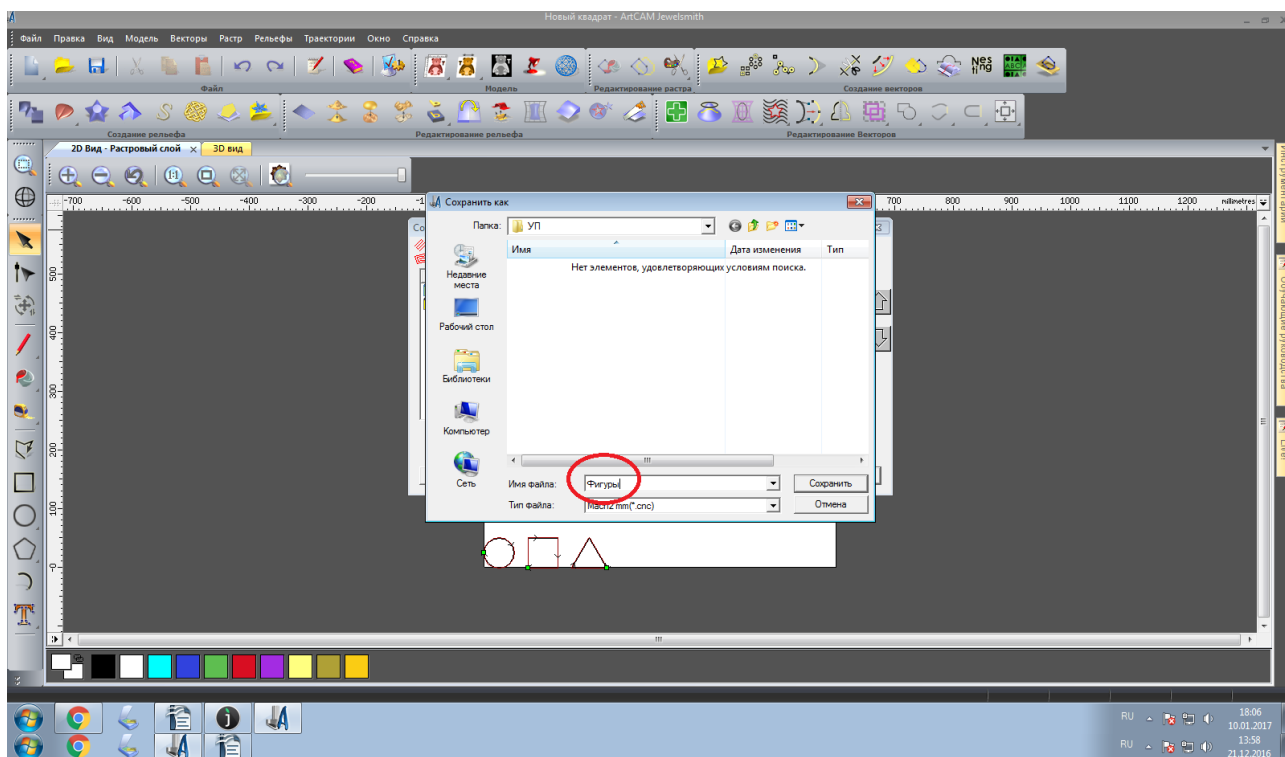

Рисунок 49. Сохранение траектории.
51. Сохраните файл в удобную для Вас папку, рисунок 49